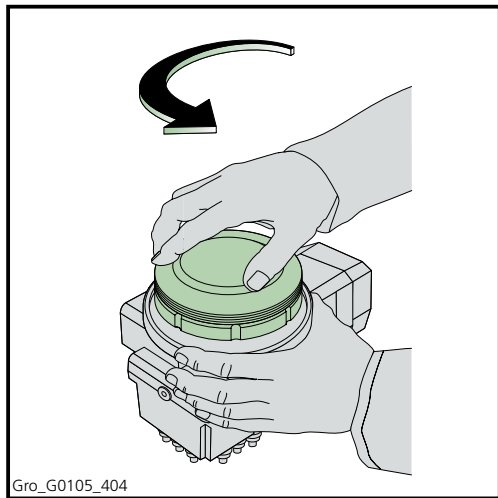

Abbildung 4.5 Entfernen der leeren Kartusche
- Entfernen Sie die leere Kartusche. Die Kartusche ist auf die Pumpe geschraubt. Drehen Sie sie links herum (gegen den Uhrzeigersinn), um sie abzunehmen (Abbildung 4.5).